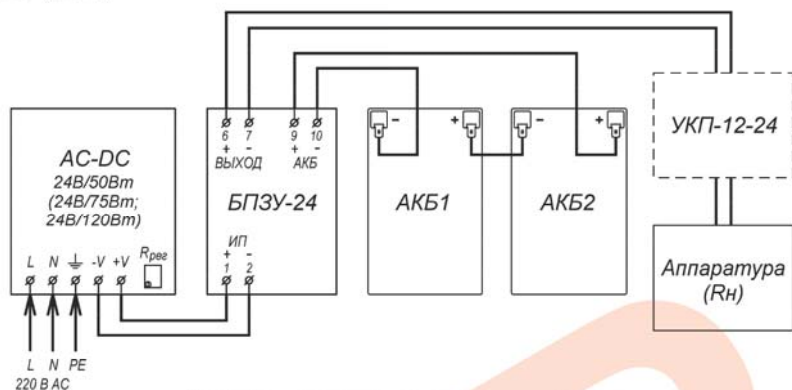
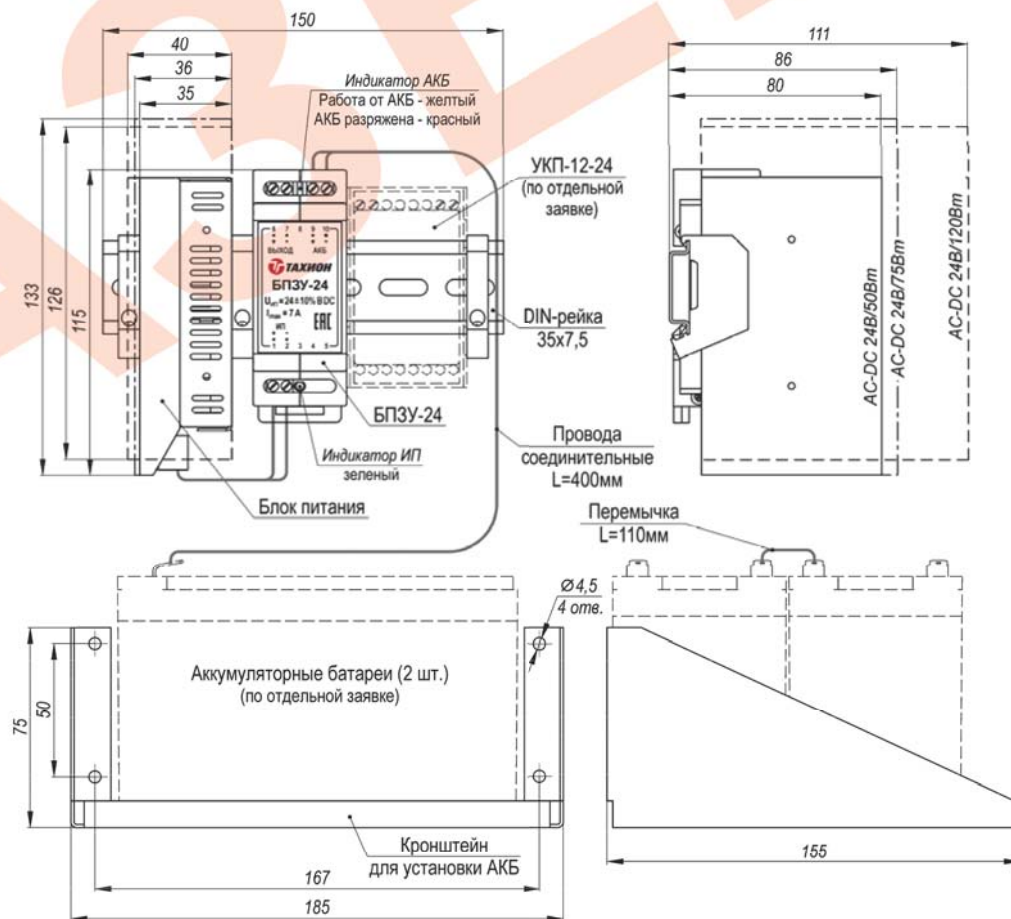

Рис.2 Схема электрическая принципиальная
Рис.1 Устройство, габаритные и установочные размеры
Подключение цепей изделий производится в соответствии со схемой электрической принципиальной (рис.2). Для подключения необходимо:
2. Установить аккумуляторные батареи на кронштейн (см. рис.1) и подключить их проводами соединительными к контактам 9 (+) и 10 (-) БПЗУ-24, соблюдая полярность. Соединить аккумуляторы перемычкой.
4. Подать трехпроводным кабелем напряжение питания 220В AC на соответствующие контакты блока питания, при этом фазный провод (L) соединить с контактом L, нулевой провод (N) с контактом N, а провод заземления соединить с контактом PE.
5. При необходимости отрегулировать значение выходного напряжения при помощи потенциометра «R_{рег}» (рис.2).
12. Габаритные размеры см. рис.1
Устройство изделия приведено на рис.1, схема подключения на рис.2.